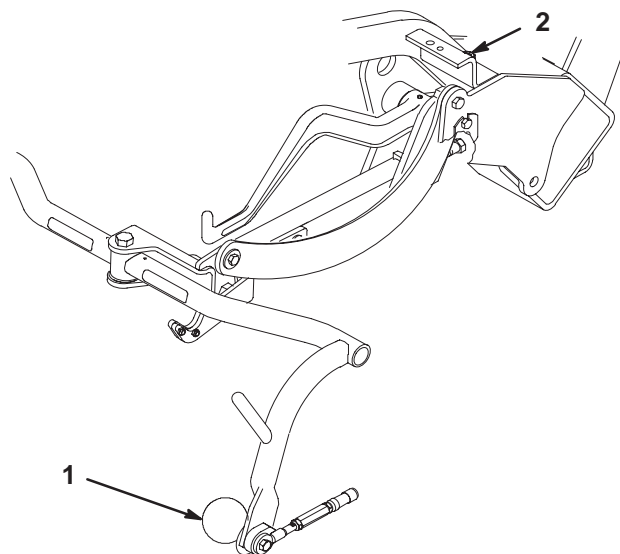

Figure 8
3. Si un réglage est nécessaire, desserrez l'écrou de blocage de la vis d'arrêt du bâti porteur (Fig. 8) et tournez la vis dans un sens ou dans l'autre pour élever ou abaisser le bâti porteur. Serrez l'écrou de blocage une fois le réglage effectué.